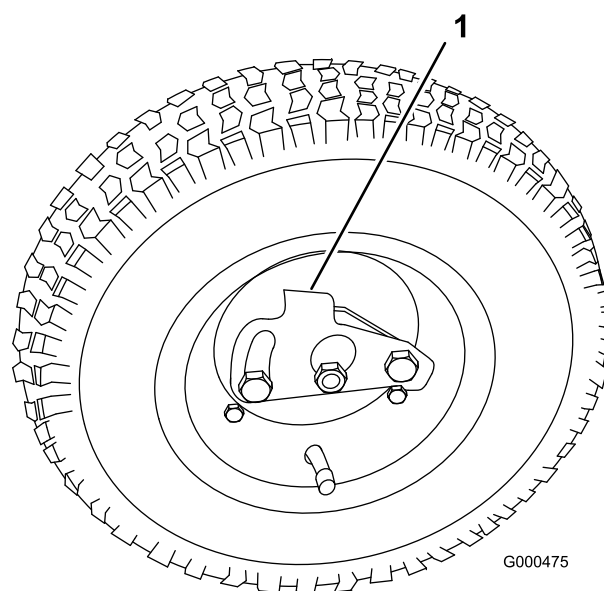

Figura 20
2. Gire la pletina de retención de la rueda hacia el centro de la rueda y coloque la rueda sobre el eje hexagonal (Figura 20).